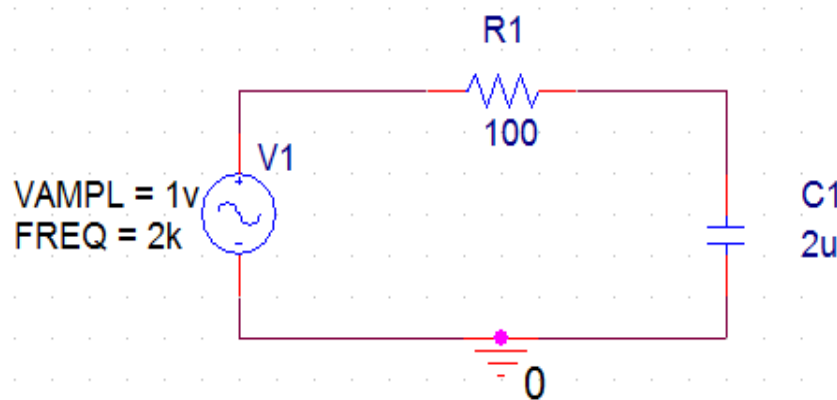

Рисунок 4.2 – Екран редактора *OrCAD Capture* зі схемою послідовного з'єднання резистора і конденсатора
4. Видаліть непотрібні атрибути з екрана *OrCAD Capture* і залишіть індикатори атрибутів *VAMPL* = 1(В) і *FREQ* = 2 (кГц), як показано на рис. 4.2. Збережіть схему з усіма внесеними змінами в теці *D:\RT16\Lab02* під ім'ям *Prizvushe_RC_trans.sch*.